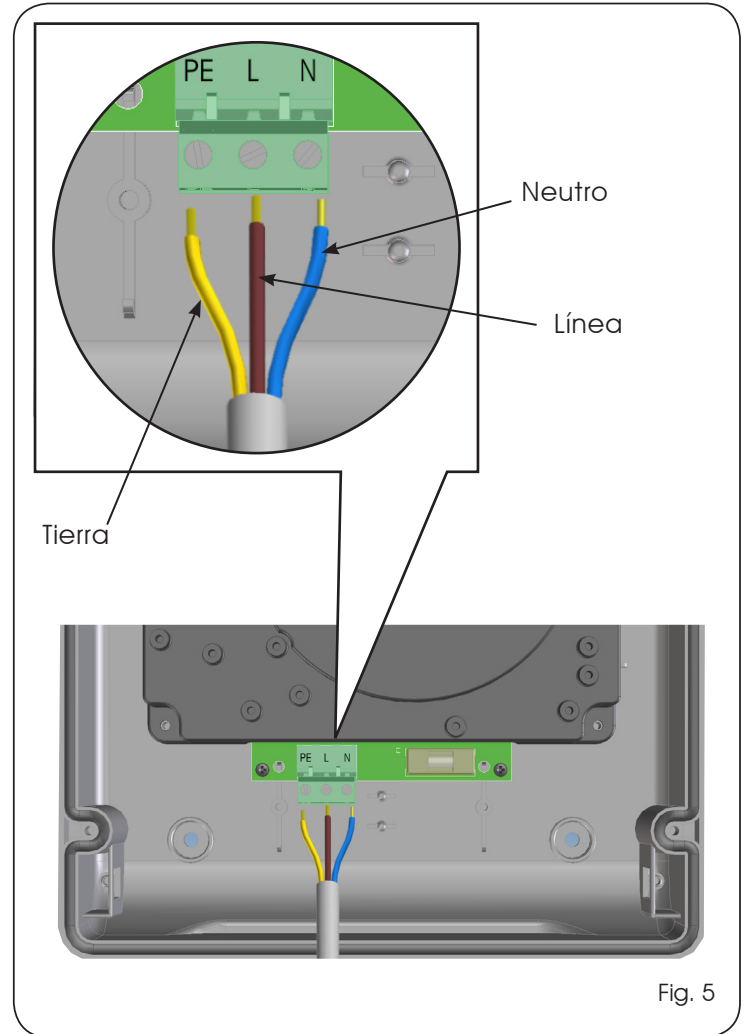

Fig. 5
Conecte el cable de alimentación al alimentador conmutador (switching) como se indica en la Fig.5, y compruebe que antes de la instalación haya un adecuado interruptor magnetotérmico.
- Conecte el cable de tierra al correspondiente borne (véase fig. 5).